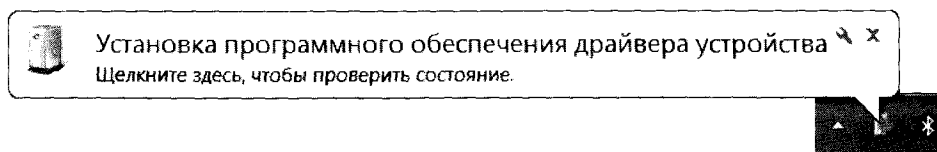

Рис. 248. Уведомление об установке драйвера
7. На панели задач появится следующее уведомление (рис. 248).